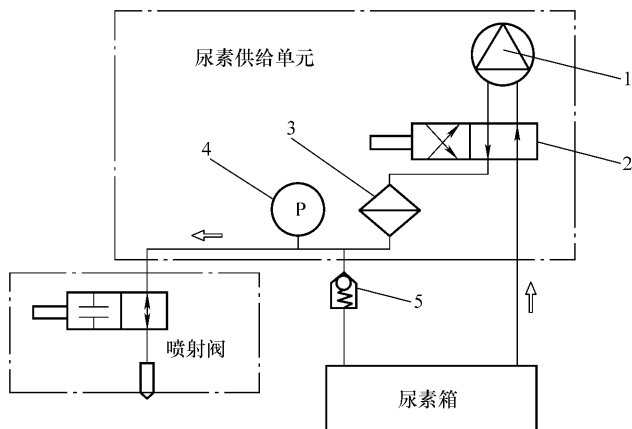

图 13-21 预注过程（除气或检查喷射）
发动机起动后，若满足排温超过 180°C ；发动机转速大于 550rpm ；无尿素压力传感器故障；系统解冻完成（可通过尿素箱温度、环境温度判断），则进入预注阶段（图 13-21）。预注可分为除气、建压和喷射阀检查 3 个步骤。
① 除气。尿素泵转，喷射阀打开，将管路中空气排出，从而为建压做准备。
② 建压。尿素泵转，喷射阀关闭，建立起 900kPa 的系统压力。
③ 检查喷射阀。尿素泵运转，喷射阀长打开一下，管路内压力下降，尿素泵提速、将管路内压力维持在 900kPa 。预注过程喷射回路流程如图 13-21 所示。